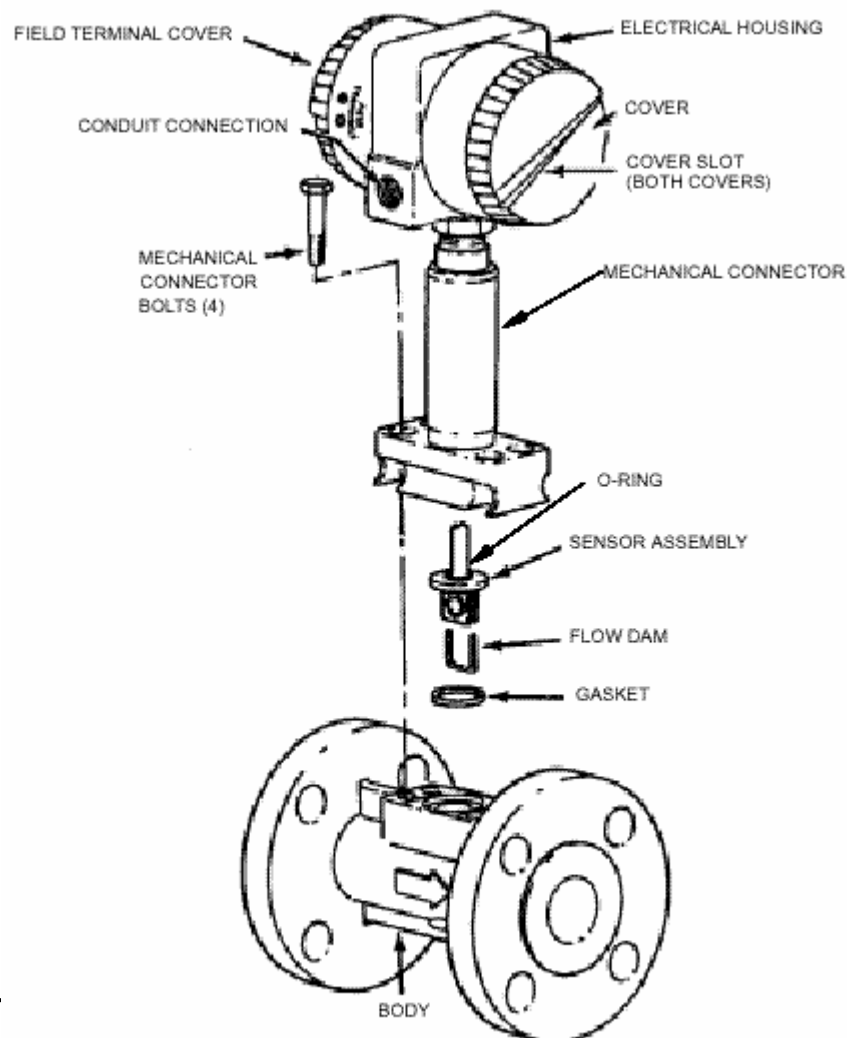

Figura 23. Ensamble del Medidor de Flujo
4. Quitar los pernos del conector mecánico y levante el compartimento eléctrico, el conector mecánico y el sensor juntos como se muestra en la figura 23.
3. Cuidadosamente introduzca la punta del sensor al orificio del conector mecánico y jale la punta del sensor hacia el compartimento eléctrico, hasta que el sensor este tocando el conector mecánico como se ilustra en la figura 23.
3. Quitar los pernos del conector mecánico, vea la figura 23. Levantar la caja de conexiones, el conector mecánico y el sensor juntos.